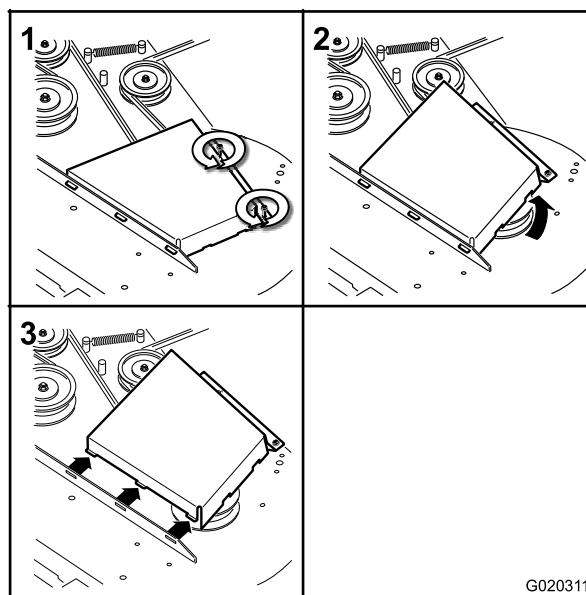

Figure 62
- Retirez les couvercles de courroie (Figure 62).